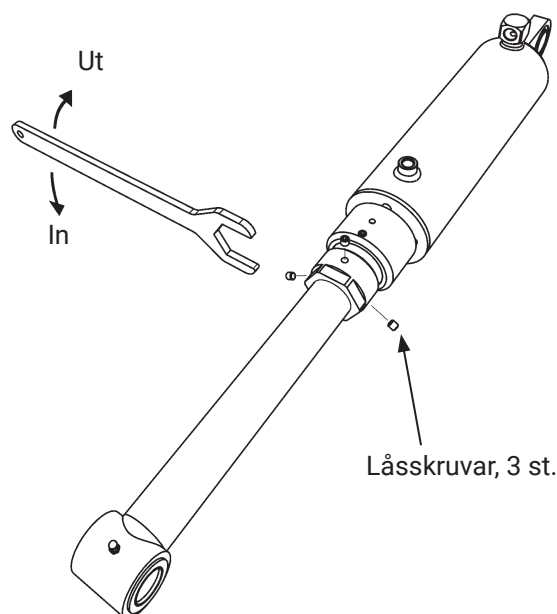

Bild 36. Justering av tiltvinkel
5. Lossa de tre låsskruvarna på den andra tilt-cylindern. Bild 36.
6. Vrid justerhylsan så att tiltcylindern passar mot infästningen på plattformen. Se Bild 36.